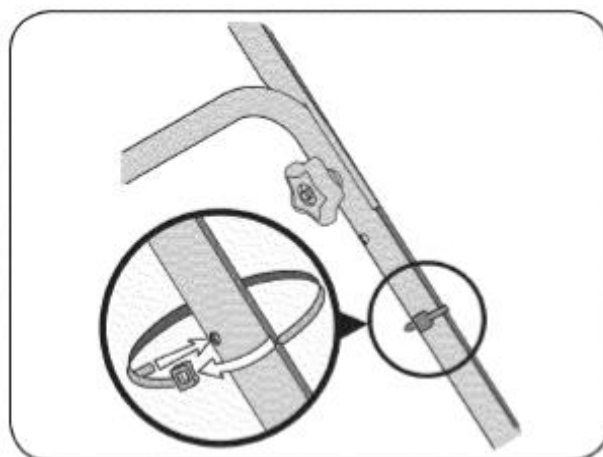

РИС. 5
4. Вставьте конец хомута в предусмотренное отверстие на нижней рукоятке. Затяните хомут и обрежьте свободный конец (см. Рис. 5).